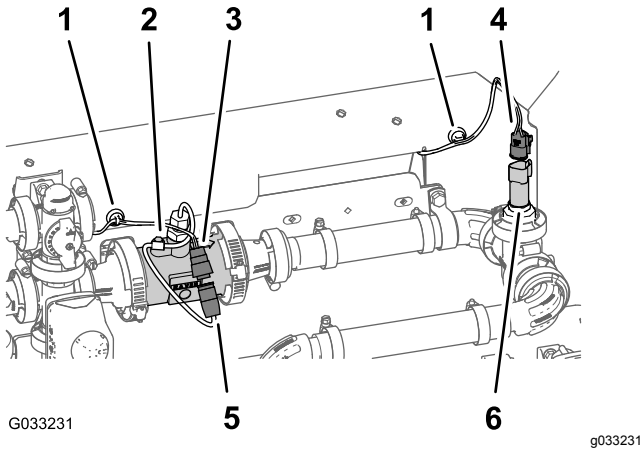

Bild 128
1. Verlegen Sie den 203-cm-Kabelbaumzweig, der mit **Flow Meter** und **Pressure Transducer** beschriftet ist, an der Rückseite der Verteilerbefestigung (**Bild 128**).
2. Stecken Sie den 3-Buchsen-Stecker des 203-cm-Kabelbaumzweigs für das Durchflussmessgerät (nicht beschriftet) in den 3-Stift-Stecker des Kabelbaums des Durchflussmessgeräts (**Bild 128**).
3. Stecken Sie den 3-Buchsen-Stecker des 203-cm-Kabelbaumzweigs (mit **Pressure Transducer** beschriftet) in den 3-Stift-Stecker des Druckwandlers (**Bild 128**).
4. Befestigen Sie die magnetischen Kabelbaumanker für das Durchflussmessgerät und den Druckwandler an der Oberfläche der Verteilerbefestigung (**Bild 128**).